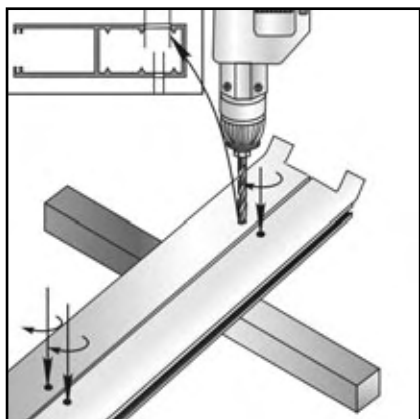
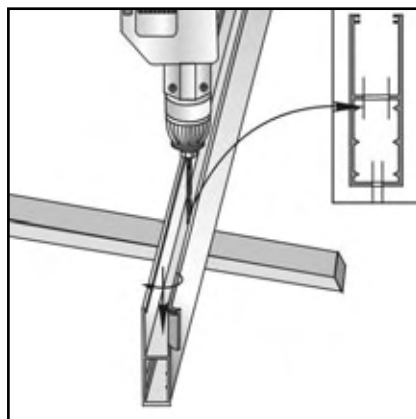

рис. 5
рис. 6
4.2.4. При накладном монтаже рассверлить отверстия на лицевой поверхности направляющей шины под заглушки $\varnothing 11,8$ мм (рис.5). При встроенном монтаже отверстие во внутренней стенке шины рассверлить $\varnothing 11,8$ мм (рис.6).